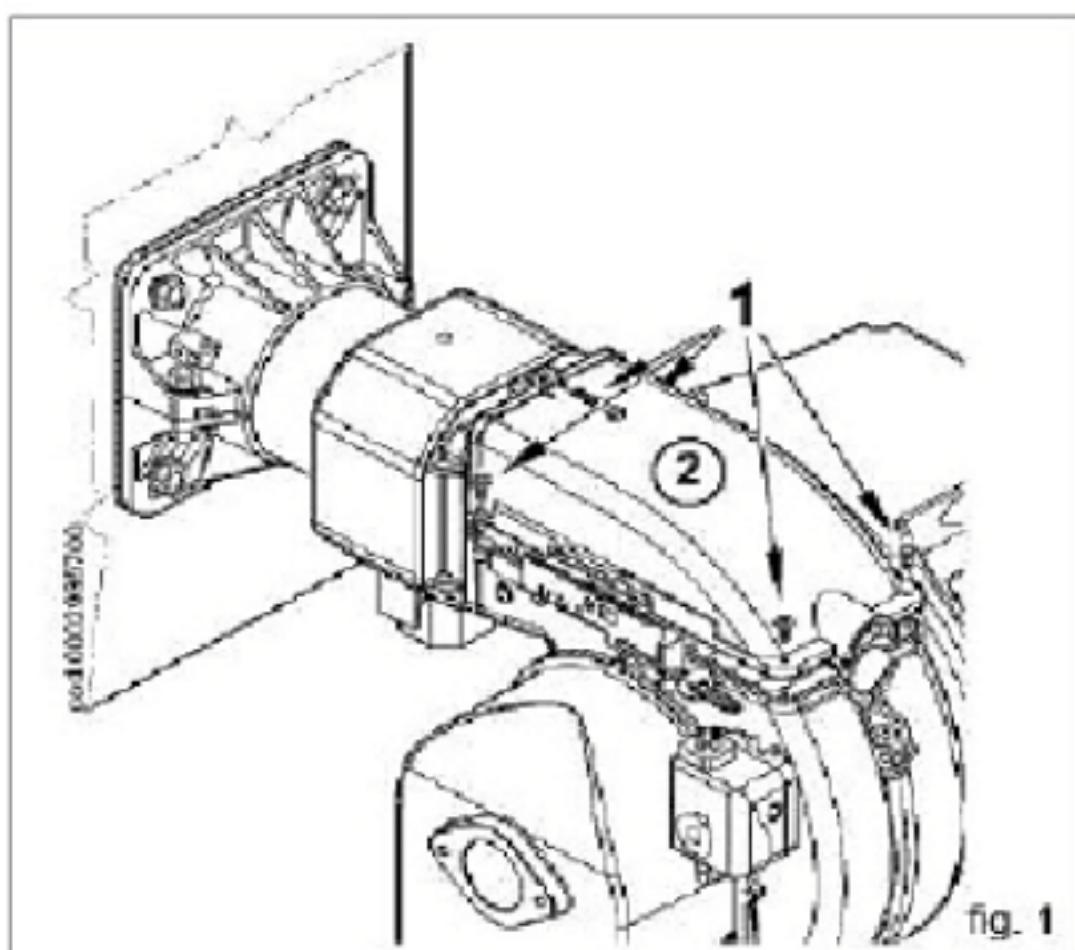

fig. 1
- 1) 松开两个螺丝1，移去盖子2 (Fig. 1)。
- 1) 按照“维护”一章里所说的，将混合组件移除，并且拧开螺丝1. (Fig. 1)
- 2) 将弯管4旋转180°，直到管上的孔与槽4a对齐。按照Fig. 1中所示，将前推运动杆2以及燃气供气管道3用螺丝1连接好。